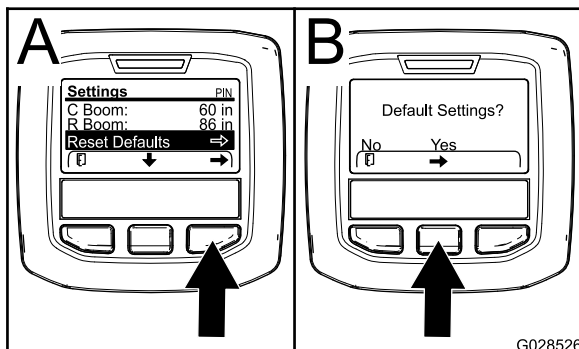

Figura 74
- Pulse el botón de selección central para ir a la opción Restablecer ajustes predeterminados (Figura 74).
- En la pantalla Ajustes predeterminados, pulse el botón de selección izquierdo para NO o el botón de selección derecho para Sí (Figura 74).